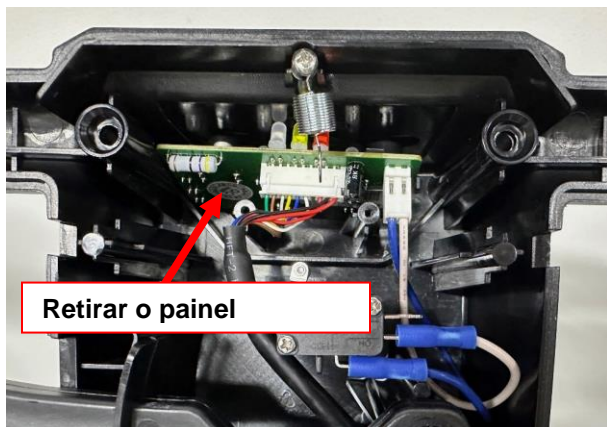

Figura 11
65. Retirar o painel (Figura 11).